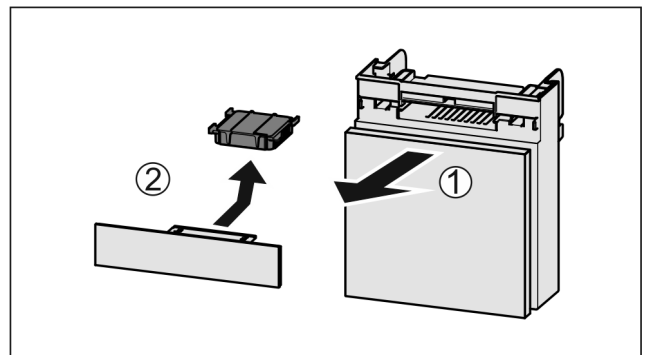

Fig. 34
- Extraire le compartiment par l'avant Fig. 34 (1).
- Sortir le filtre à charbon actif Fig. 34 (2).